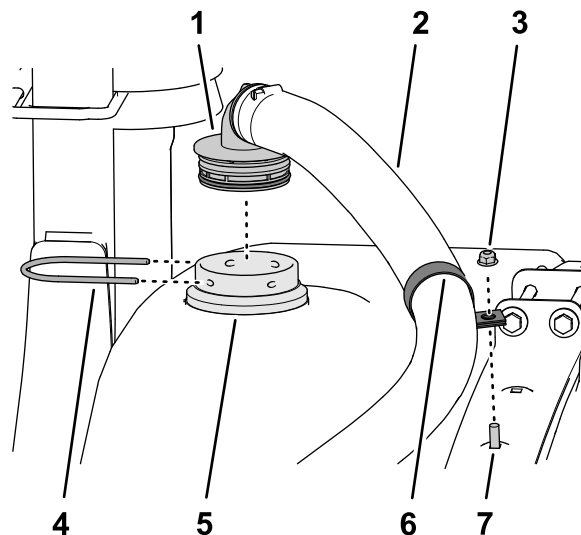

図 30
4. エダクタホースアセンブリにRクランプを通す 図 30。
5. エダクタホースアセンブリのバーブ付き 90°フィッティングを、バルクヘッドのフィッティングに取り付け、バーブ付きフィッティングをバルクヘッドのフィッティングにリテーナで固定する 図 30。
6. キャリッジボルトにRクランプを仮止めし、取り付け、フランジナット5/16 インチを使用してクランプを固定する 図 30。
注 必要に応じ、エダクタホースに合わせてRクランプの位置を調整する 図 30。